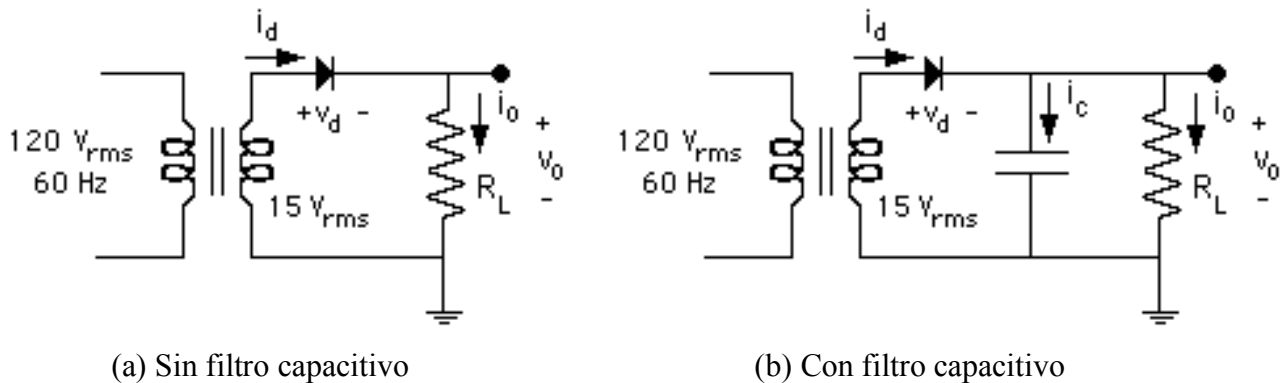
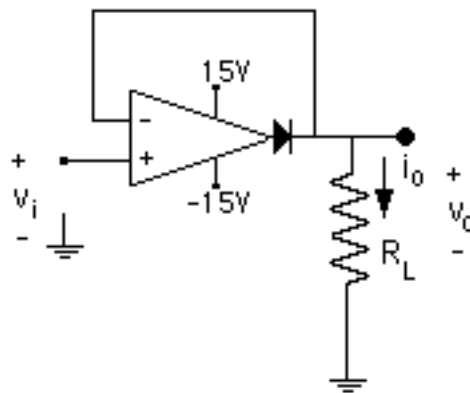

Figura 5.2. Rectificador de media onda
Figura 5.3. Rectificador de media onda de precisión
7.- En el circuito de la Figura 5.2.a, el rectificador de media onda sin filtro capacitivo:
8.- En el circuito de la Figura 5.2.b, el rectificador de media onda con filtro capacitivo:
9.- En el circuito de la Figura 5.3, el rectificador de media onda de precisión:
6.- Monte el circuito de la Figura 5.2.a y observe en la pantalla del osciloscopio el voltaje del primario del transformador, el voltaje en la carga, y luego, en forma simultánea, los siguientes pares de formas de onda: El voltaje en el secundario del transformador junto con la corriente en el secundario del transformador, y el voltaje en el diodo junto con la corriente en el diodo. Haga los diagramas en papel milimetrado, identificando los valores pico y los períodos de tiempo de interés en las curvas dibujadas.
8.- Monte el circuito de la Figura 5.2.b y observe en la pantalla del osciloscopio el voltaje del primario del transformador, el voltaje en la carga, y luego, en forma simultánea, los siguientes pares de formas de onda: El voltaje en el secundario del transformador junto con la corriente en el secundario del transformador, el voltaje en el diodo junto con la corriente en el diodo y el voltaje en el secundario del transformador junto con el voltaje en la carga. Para las dos primeras mediciones es necesario que conecte una resistencia de prueba en serie con el diodo. Dicha resistencia debe tener el valor más bajo disponible (unidades o decenas de ohmios) para producir la menor alteración posible en la magnitud de la corriente por el transformador. Al momento de realizar la comparación de los resultados con los valores teóricos, es conveniente tomar en cuenta que a pesar de que el valor de la resistencia sea pequeño, la inclusión de la misma va a reducir significativamente el valor pico de la corriente. Haga los diagramas en papel milimetrado, identificando los valores pico y los períodos de tiempo de interés en las curvas dibujadas.
10.- Monte el circuito de la Figura 5.3 y observe en la pantalla del osciloscopio el voltaje en el diodo y el voltaje de salida de dicho circuito para voltajes del orden de las decenas de milivoltios, centenas de milivoltios y voltios, a la frecuencia de la línea (60Hz) y a una frecuencia más elevada (1 a 10 KHz). Haga los diagramas correspondientes en papel milimetrado, identificando valores pico y períodos de tiempo de interés en las curvas dibujadas. Aplique las mismas señales al circuito de la figura 5.2.a e identifique las diferencias en el comportamiento de ambos circuitos.